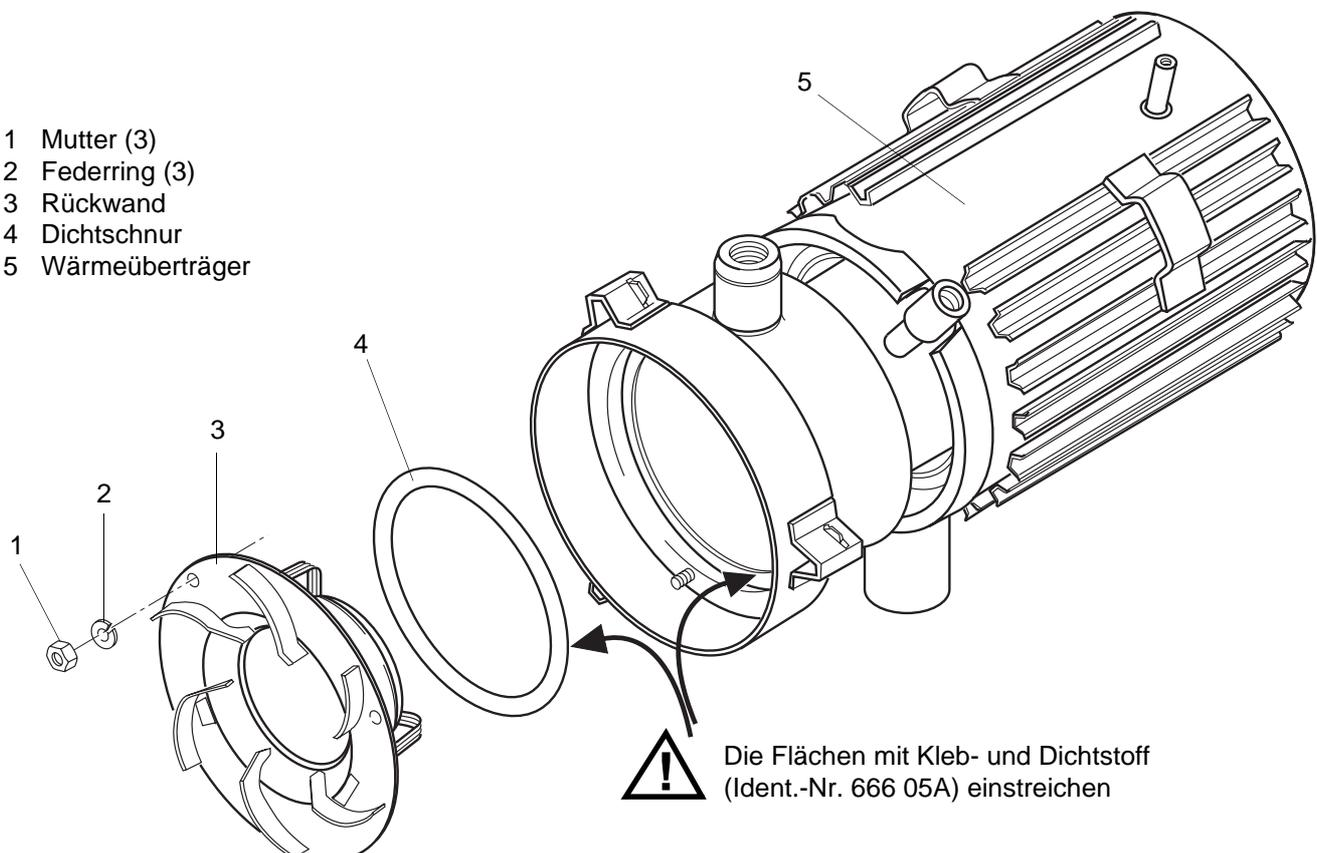

Abb. 903 Wechsel des Wärmeübertragers
7. Haube (6) abziehen.
9. Muttern (1, Abb. 903) und Federringe (2) entfernen.
10. Rückwand (3) aus dem Wärmeübertrager herausziehen und mit Dichtschnur (4) entfernen.
1. Zugewandte Flächen von Dichtschnur (4, Abb. 903) und Wärmeübertrager (5) mit Kleb- und Dichtstoff (Ident.-Nr. 666 05A) einstreichen und mit Rückwand (3) im Wärmeübertrager (5) in Zusammenbau bringen.
2. Rückwand (3) mit Muttern (1) und Federringen (2) befestigen.
3. Muttern (1) mit $1,5 \pm 0,2$ Nm anziehen.
- 1 Mutter (3)
- 2 Federring (3)